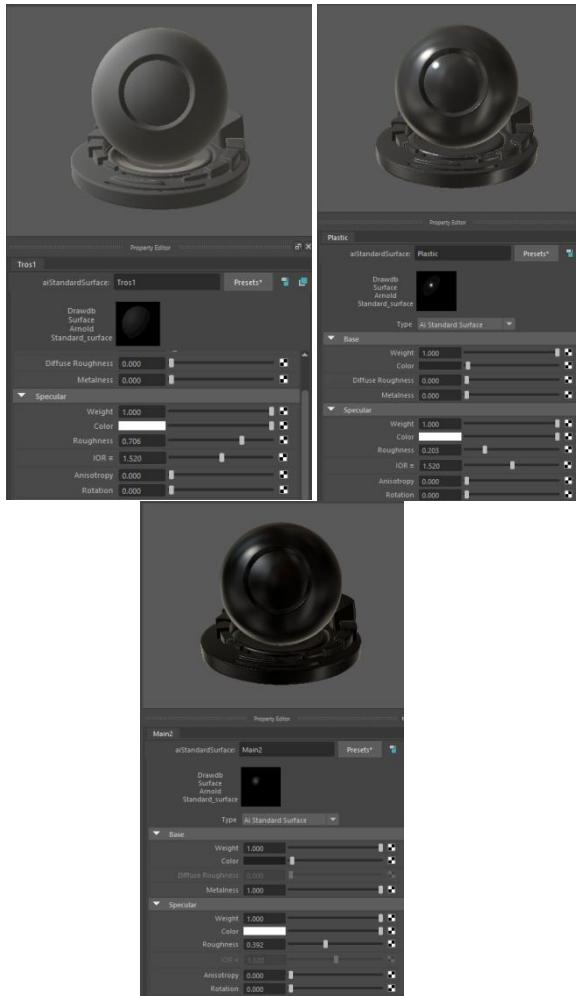

Рис. 5.17. Задання типу матеріалу за допомогою вкладки Specular
4. За допомогою вкладка *Specular* (віддзеркалення) задаємо тип матеріалу: глянцевий або матовий. Це можна зробити за допомогою налаштування *Roughness*, а параметром *IOR* задаємо заломлення світла (Рис. 5.17).